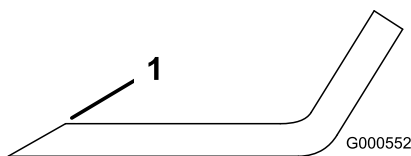

Figure 54
1. Au moyen d'une lime, aiguisiez les tranchants aux deux extrémités de la lame (Figure 54).
Remarque: Si la lame est déséquilibrée, limez un peu l'extrémité de l'ailette seulement (Figure 54).